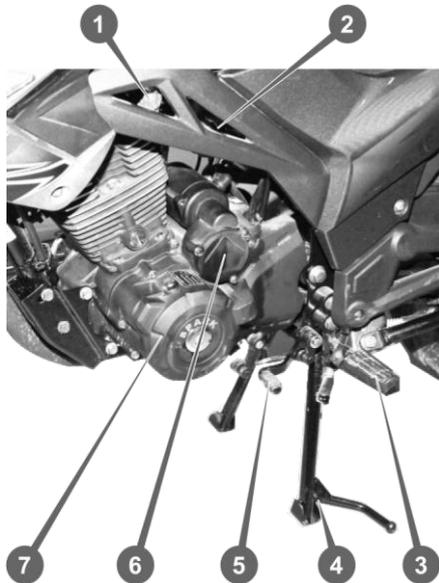

Рисунок 3.5. Силовий агрегат, вид зліва
- Паливний кран (див. рис. 3.5.) відкритий.
2. Увімкнути першу передачу, натиснувши ногою на важіль перемикання передач (див. рис. 3.5.).